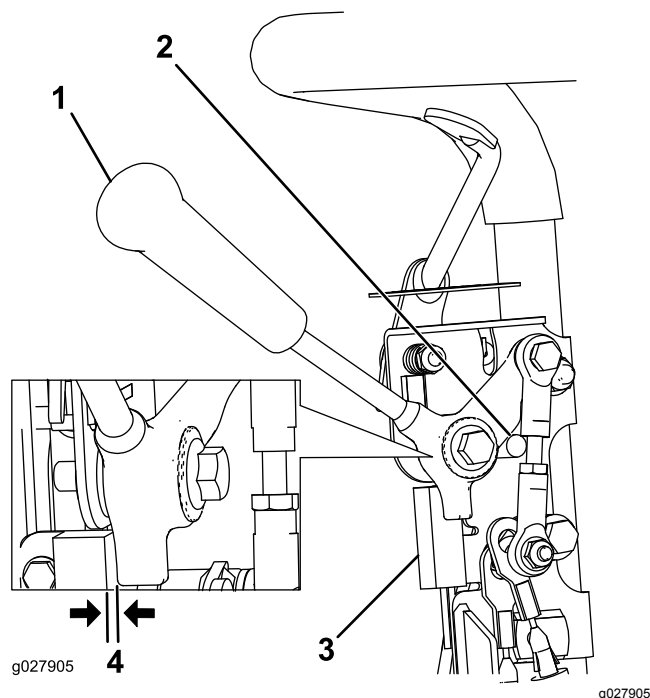

Figura 36
1. Verificate che il motore sia spento e la leva della trazione disinnestata e appoggiata sul fermo in folle (Figura 36).
2. Allentate i dispositivi di fissaggio del microinterruttore di sicurezza (Figura 36).
3. Inserite uno spessore di 0,8 mm fra la leva della trazione ed il microinterruttore di sicurezza (Figura 36).